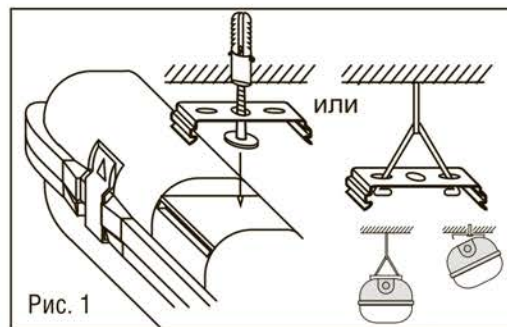

Рис. 1
- Наметить и просверлить четыре отверстия для установочных кронштейнов на поверхности стены или потолка по месту установки (Рис. 1). Расстояние между центрами отверстий указано в таблице и может варьироваться в пределах ± 5 мм, на Ваше усмотрение.